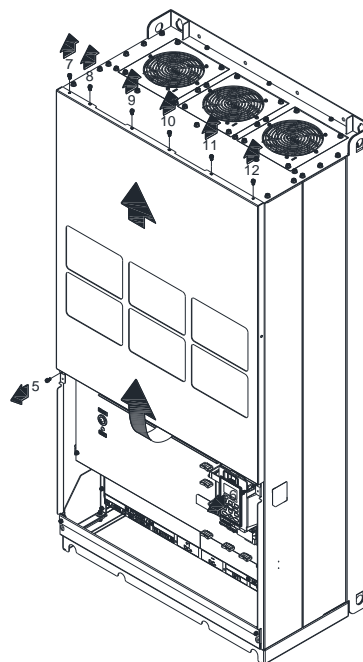

Рис. 2
2. Выкрутите винты 5–12 и снимите крышку (Рис. 2). Момент: 24–26кг-см / [20.8–22.6 ф-дм] / [2.4–2.5 Нм]